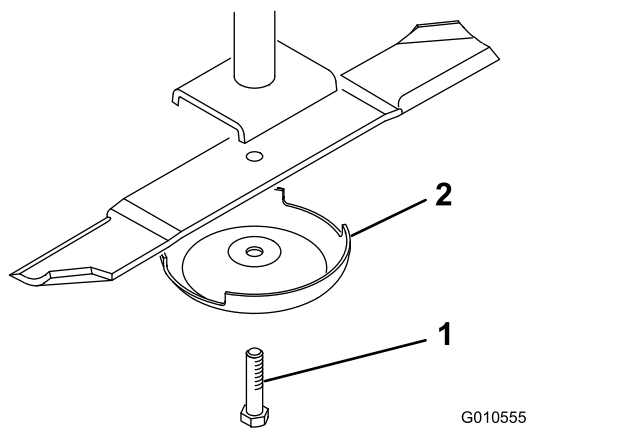

Bild 31
2. Halten Sie das Ende des Messers mit einem stark wattierten Handschuh oder wickeln Sie einen Lappen um es herum. Entfernen Sie die Messerschraube, die Antiskalpierkuppe und das Messer von der Spindelwelle (**Bild 31**).